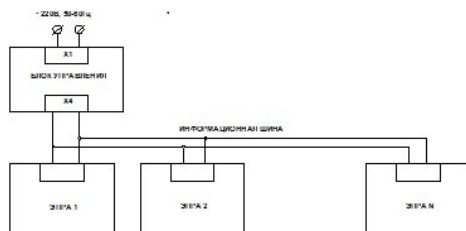
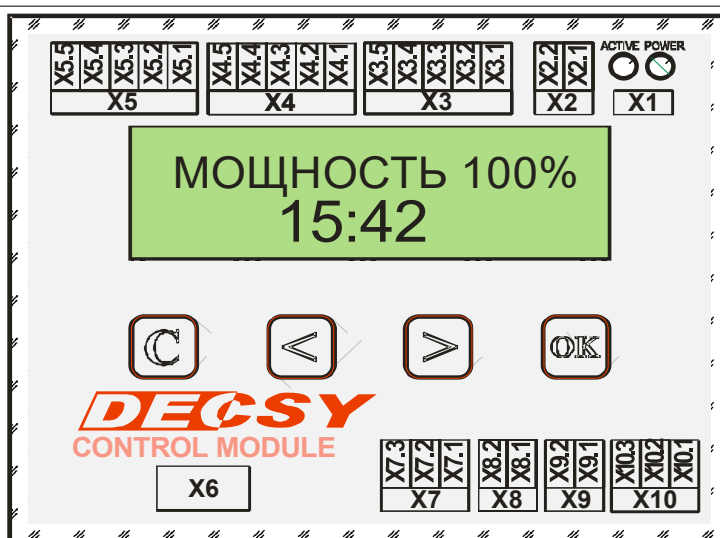

Рисунок 1. Структурная схема системы управления ЭПРА.
Рисунок 2. Внешний вид панели управления Блока.
Информационные сигналы передаются на ЭПРА по двум отдельным проводам, образующим информационную шину «моноканал» (см. рис.1) или «звезда».
Блок имеет разъемы для подключения питания, информационной и управляющей шин, а также дисплей и клавиатуру (см. Рисунок 2). Задание необходимых режимов работы осуществляется с использованием системы меню, программа регулирования мощности записывается в энергонезависимую память прибора.
Структурная схема системы, состоящей из блока управления и ЭПРА приведена на рис.1 (опциональные интерфейсы удаленного управления X4 «потенциальные контакты» и X7 «RS-485» не показаны).
Питание (220В, 50Гц) подаётся на разъем X2 Блока (см. Рисунок 2).
После подачи напряжения должен загореться *Индикатор 2* «POWER», сигнализирующий о его наличии и работоспособности прибора (см. Рисунок 2).
Описание шины приведено в Основных технических характеристиках (п.3). Пример взаимного подсоединения Блока и ЭПРА по схеме «моноканал» приведен на рис.1. Подключение производится к разъёму X6 (см. рис.2).
- ▶ В качестве проводников информационных шин используется двухжильный провод (например марки ВВГ-нг-LS или аналогичный) с сечением 0,75 или 1,5 кв.мм. Полярность подключения к разъёму X6 (см. рис.2) не имеет значения.
Блок имеет режим удаленного управления, которое осуществляется с помощью четырех «потенциальных контактов» 0/+5Вольт постоянного тока (разъем X4, см. п.5.3.3.1, рис.2).
Индикатор 1 «ACTIVE»	Отображает передачу внешней команды в линию управления светильниками (см. Рисунок 1).